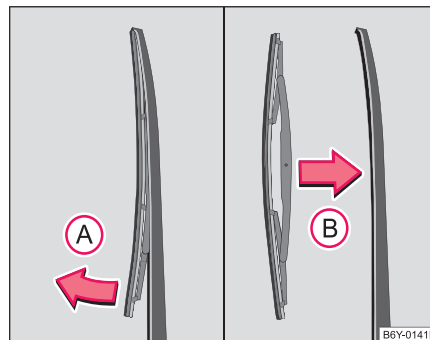

Fig. 41 Ștergătorul pentru lunetă
- Ridicați brațul ștergătorului ⇒ Fig. 41.